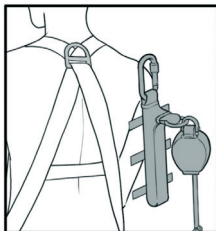

fig.1
1. Ustawić zaczep DSL2 w taki sposób, aby zamknięcia Velcro dotykały pasów uprząży, pozostawiając zestaw amortyzacyjny w położeniu skrajnym (rys. 1).